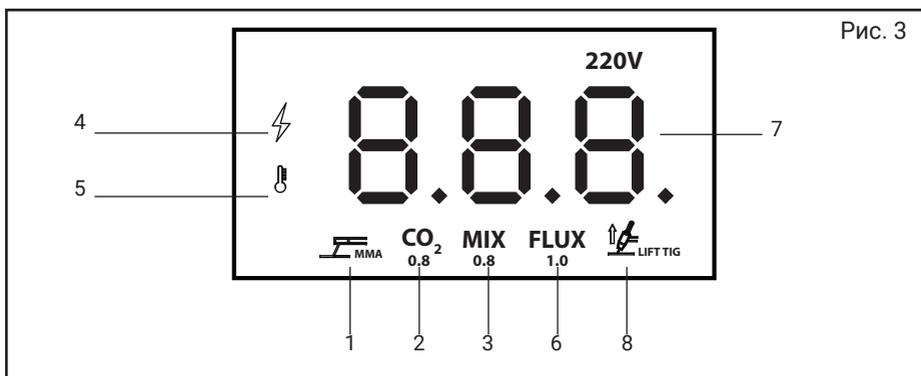

Рис. 3
1. информационный дисплей(более подробное описание на рис. 3, стр. 9); 2. регулировка напряжения сварочного контура; 3. регулировка сварочного тока; 4. разъем для подключения сварочной горелки; 5. разъем «+» для подключения силового кабеля с электрододержателем; 6. разъем «-» для подключения силового кабеля с зажимом; 7. кнопка выбора режима сварки; 8. рукоятка для транспортировки; 9. шнур питания; 10. кнопка включения; 11. клемма заземления; 12. вентилятор охлаждения; 13. штуцер для подключения газа.
7.1.3 После подключения сварочного инвертора к сети, для включения необходимо перевести выключатель (рис.1 поз. 10) в положение «вкл.», после чего на дисплее (рис. 1, поз. 1) появится соответствующее обозначение (рис. 3 поз. 4).
7.1.4 Выбор режима MMA устанавливается нажатием на кнопку выбора режима сварки (рис.1 поз. 7), при этом загориться соответствующее значение на информационном дисплее (рис. 3, поз. 1).